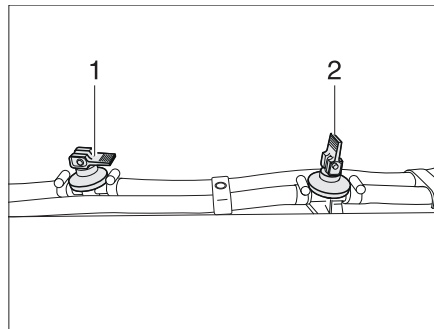

Bild 247 Avtappningskran
- Öppna alla avtappningskranar. Ställ vipparmen (i Bild 247,2) i lodrätt läge.